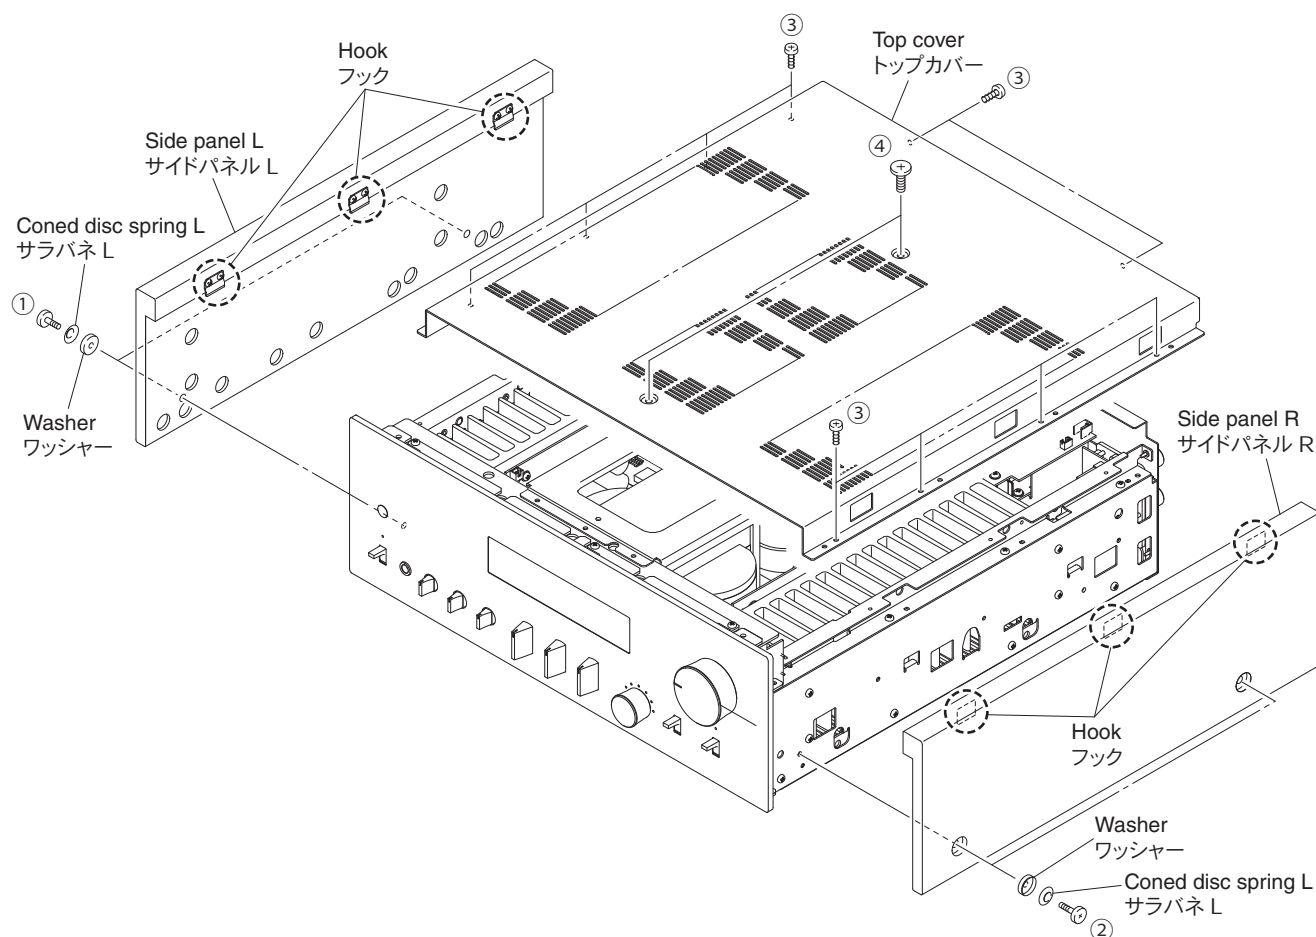

Fig. 1
- Remove 2 screws (①) together with the coned disc spring L and washer. (Fig. 1)
- Lift the side panel L a little, release hooks at 3 locations and then remove the side panel L. (Fig. 1)
- Remove 2 screws (②) together with the coned disc spring L and washer. (Fig. 1)
- Lift the side panel R a little, release hooks at 3 locations and remove the side panel R. (Fig. 1)
- ① のネジ 2 本をサラバネ L、ワッシャーと一緒に外します。(Fig. 1)
- サイドパネル L を少し持ち上げ、3 ヶ所のフックを外し、サイドパネル L を外します。(Fig. 1)
- ② のネジ 2 本をサラバネ L、ワッシャーと一緒に外します。(Fig. 1)
- サイドパネル R を少し持ち上げ、3 ヶ所のフックを外し、サイドパネル R を外します。(Fig. 1)
- Remove 10 screws (③) and 2 screws (④). (Fig. 1)
- Remove the top cover. (Fig. 1)
- ③ ネジ 10 本、④ ネジ 2 本を外します。(Fig. 1)
- トップカバーを外します。(Fig. 1)